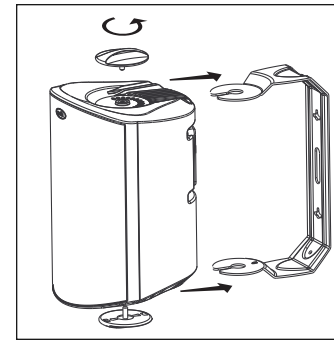

FIGURE 14: Dévissez les boutons pour retirer le support.
12. Pour fixer l'enceinte au support, glissez-la entre les pattes du support. Les rampes intégrées à l'enceinte écartent légèrement les pattes du support et guideront les extrémités du support jusqu'aux douilles filetéés situées aux extrémités de l'enceinte. Un système de rochet tient l'enceinte en place et vous permet d'ajuster son orientation. [figure 14].